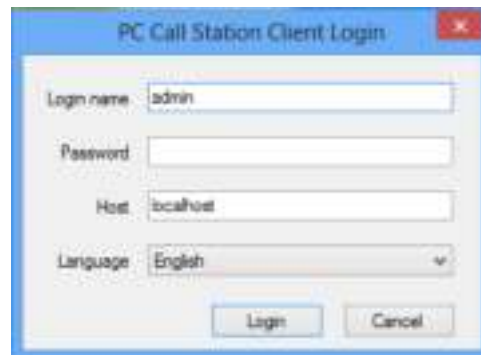

рисунок 62.1: *PC Call Station Client Login* (Регистрационное имя клиента вызывной станции ПК)
- 2 Нажмите *PC Call Station Client*. Отобразится экран, подобный экрану, изображенному на рисунок 62.1.